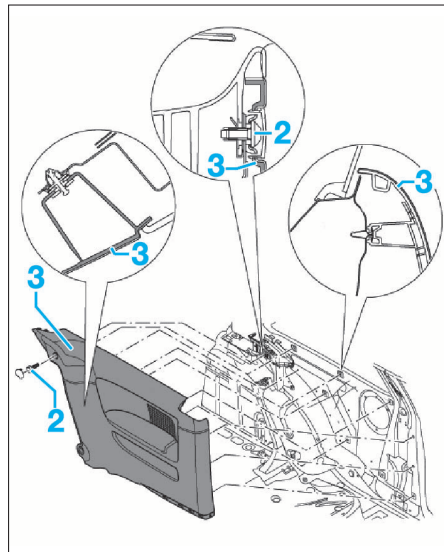

FIG. 81
- déposer la vis (2) (Fig.81).
- dégrafer la garniture d'aile arrière (3) en commençant par la partie supérieure arrière.